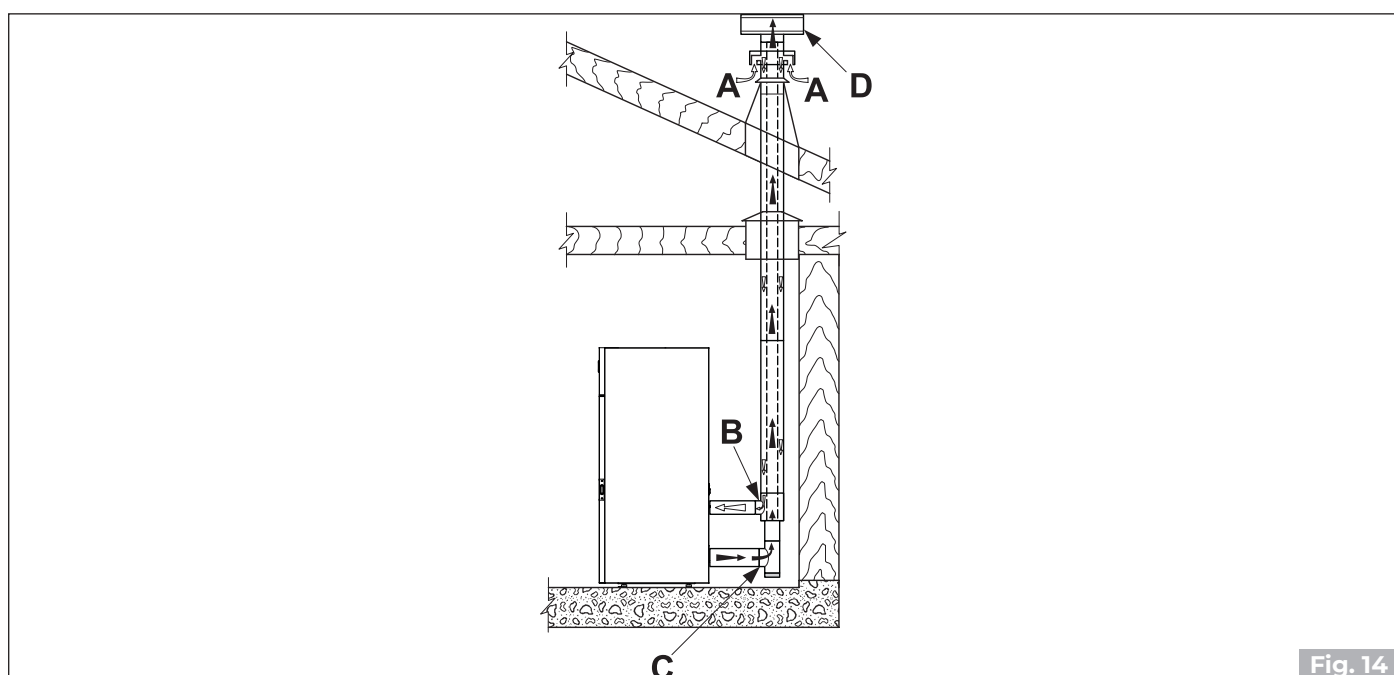

Fig. 14
- provenire direttamente dall'esterno con collegamento diretto alla camera di combustione (**Fig. 14**);
- canalizzare l'aria comburente sfruttando un tubo di scarico coassiale per l'espulsione dei fumi e il prelievamento dell'aria (**Fig. 14** - **A, B** = Ingresso aria, **C, D** = Uscita fumi); pertanto non è necessario fare una classica presa d'aria nel locale.